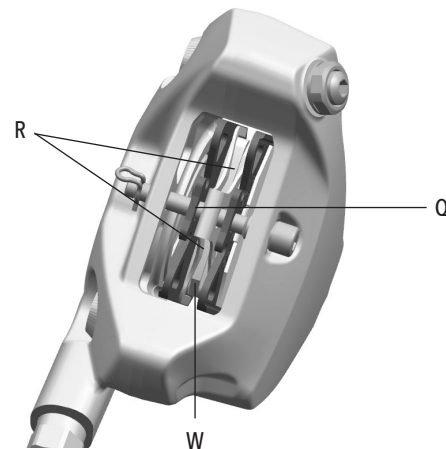

図7
前後のパッド共に、パッド摩耗インジケーター (W) が存在し、パッドがメタル・サポート (Q) に対して、ピストンに接触しながら正し位置にあることを、そしてパッドのフリクション・エリア (R) がローターに接触していることを確認します (図7)。そうでない場合は、資格のあるメカニック、またはカンパニョーロ プロ・ショップに相談してください (“2章 - 技術情報とテクニカル・サポート” をご参照ください)。
ウエットで、泥、砂、埃の多い状況下で使用すると、ブレーキ・パッドの寿命は極端に短くなり、きれいなアスファルト道路で使用する場合より早期に摩耗します。そのため、摩耗インジケーター (W - 図7) がパッド上に見えていることを、頻繁に確認することが非常に重要です。摩耗インジケーターが見えなくなった場合は、メカニックに依頼し、パッドを交換してください。